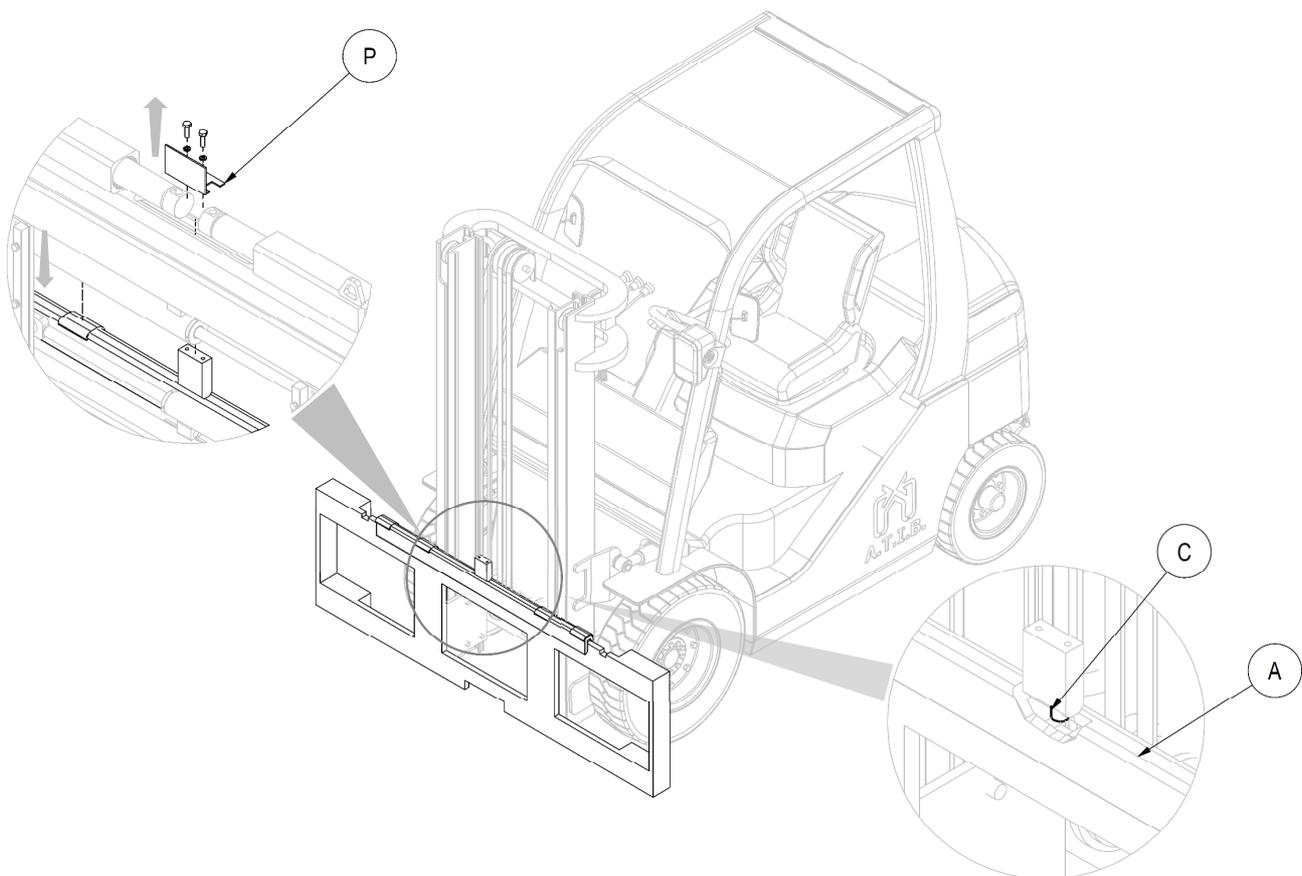

Figure 5
4. Après avoir enlevé le « pli de protection » (P) avec les vis correspondantes, prendre manuellement le double crochet A (avec les bagues de guidage), et le placer sur le profil supérieur du tablier porte-fourches, en prenant soin d'encaster le pivot de centrage C dans l'encoche centrale de celle-ci (voir Figure 5).